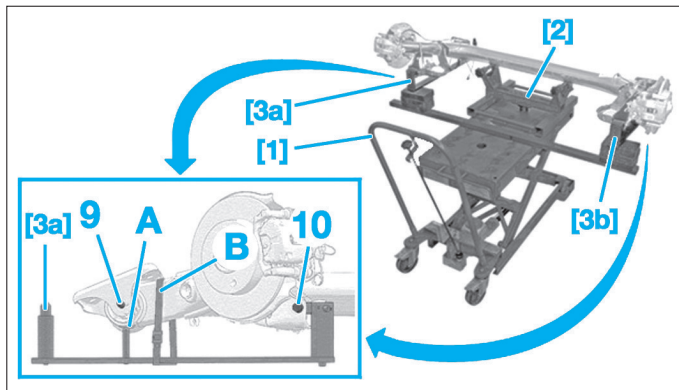

Fig. 68
- Desserrer les vis (9) (Fig.68).
- Monter les outils [3] sur les fixations inférieures des amortisseurs à l'aide des vis (10).
- Mettre en place les outils [3] en (A) (en appui sur le train arrière).
- Maintenir les outils [3] à l'aide de sangle en (B).